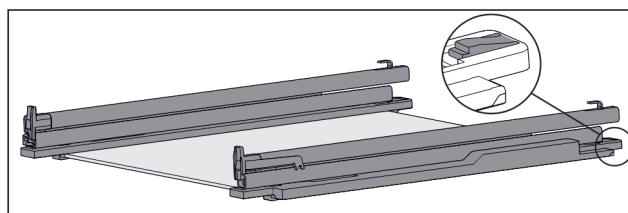

Fig. 99 Skleněná deska s kolejničkami a přídržnými díly
- Přídržný díl vzadu stlačte dolů (viz Fig. 99) a současně zasuňte kolejničku dozadu.